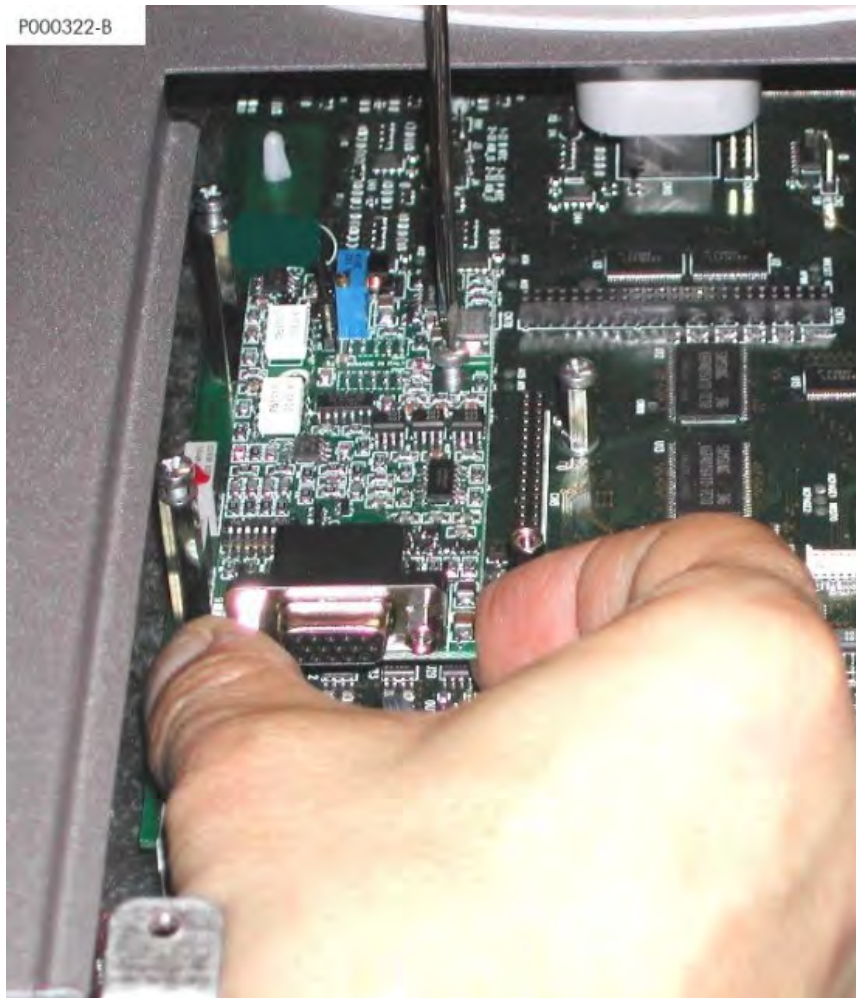

Figura 221: Fissaggio della scheda ES860 entro l'inverter
4. Inserire la scheda nello slot A facendo attenzione ad allineare correttamente il pettine dei contatti con i due connettori dello slot. Se la scheda è correttamente installata si ha l'allineamento tra i tre fori di fissaggio e le corrispondenti sedi delle viti delle colonnette metalliche di supporto. Dopo aver controllato il corretto allineamento serrare le tre viti di fissaggio della scheda come mostrato nella Figura 221.